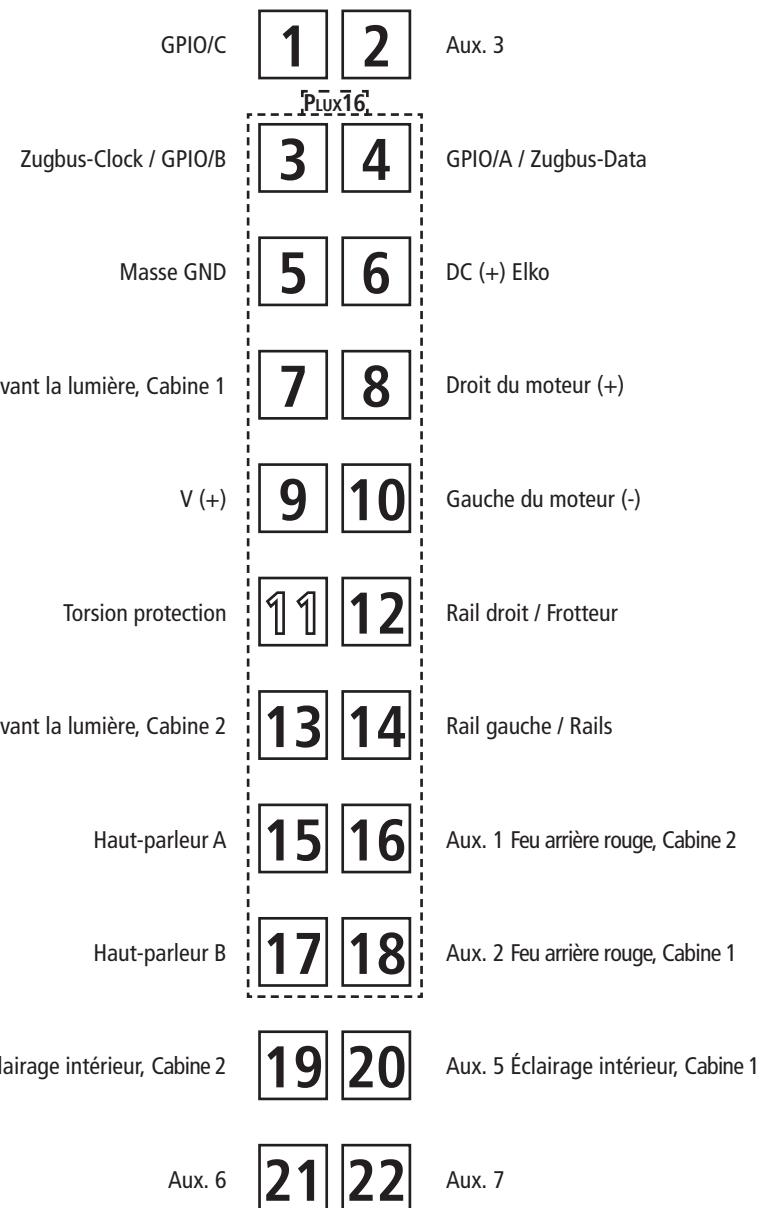
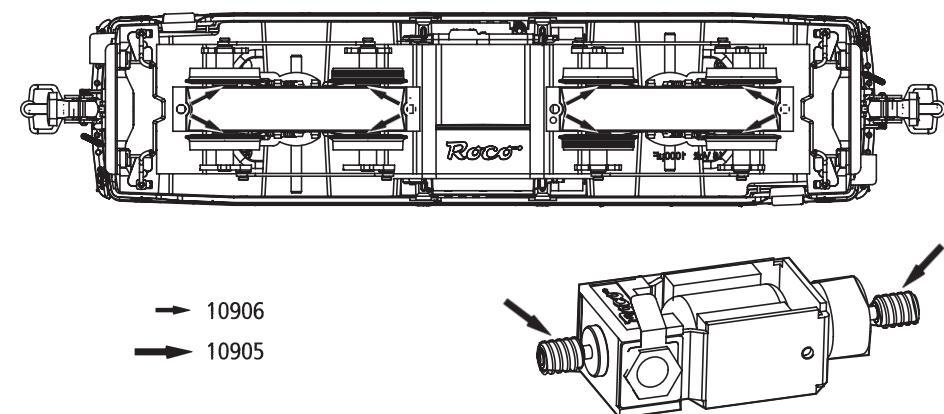

Fig. 5
Fig. 6
2. Haftreifenwechsel: Zuerst den Getriebedeckel sowie die Triebstangen abnehmen (Fig. 6). Danach den **Radsatz** herausnehmen und die **Haftreifen** mit einer Nadel od. mit einem feinen Schraubendreher abziehen (Fig. 5). Beim Aufziehen der neuen Haftreifen darauf achten, dass diese sich nicht verdrehen.
2. Change of traction tyre: Remove the gear cover as well as the driving rod (fig. 6). Take out **wheel set** and remove **traction tyre** using a pin or a fine screwdriver (fig. 5). When pressing on the new traction tyre please **avoid twisting it**.
2. Échange des bandages d'adhérence: Démontez d'abord **le couvercle du carter des engrenages** des engrenages ainsi que la tige de conduite (fig. 6). Délogez ensuite les essieux bandagées et enlevez, à l'aide d'une aiguille ou d'un tourne-vis fin, les bandages d'adhérence (fig. 5). Lors du montage des nouveaux bandages veuillez veiller à ce que les bandages **ne soient pas tor-dus**.